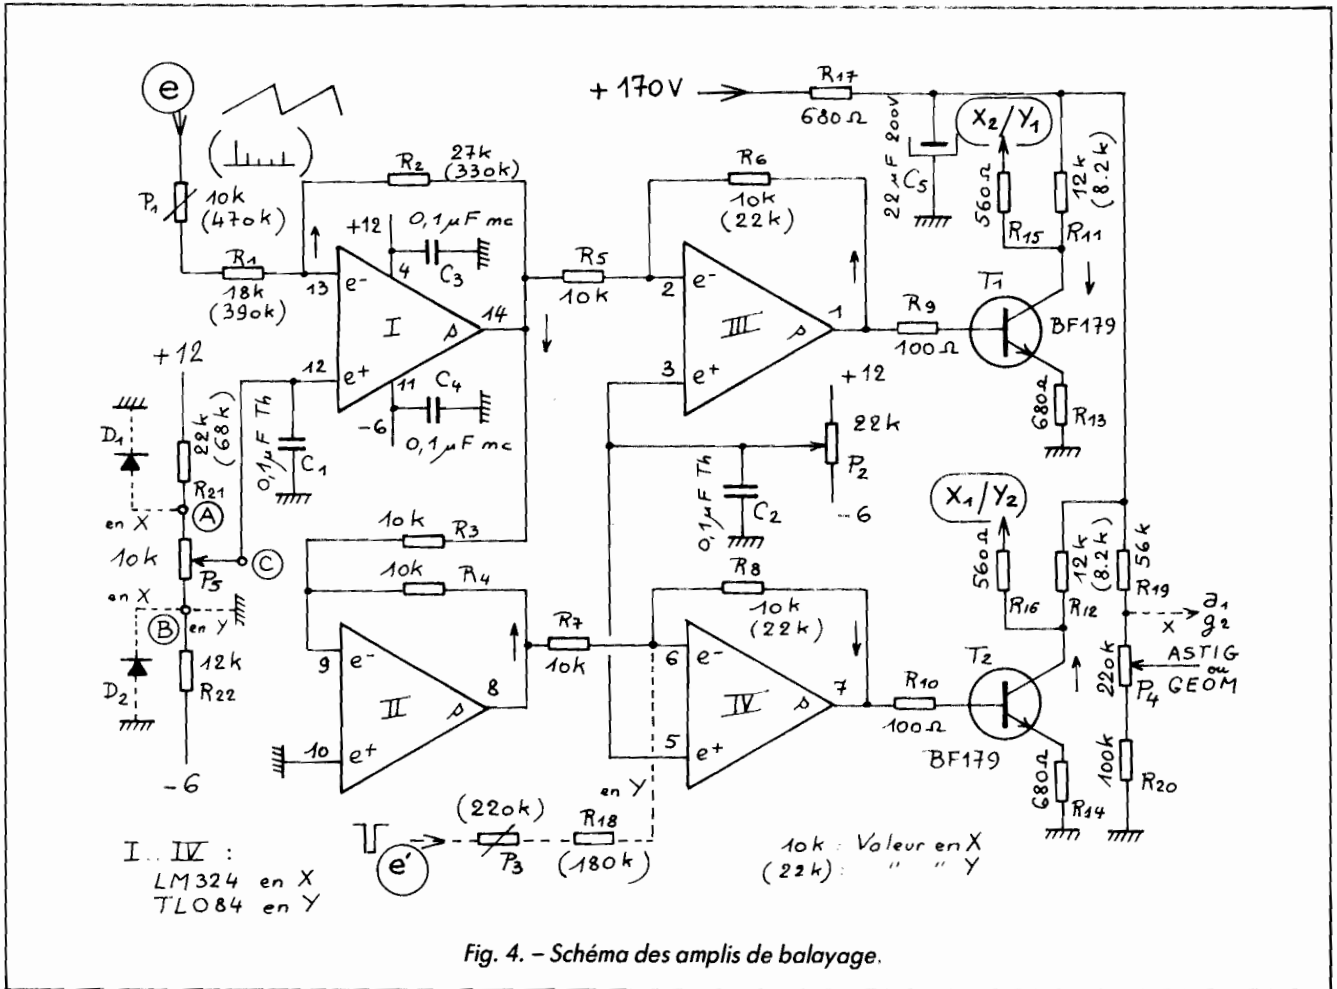

Fig. 4. - Schéma des amplis de balayage.
2. Schéma des amplis de balayage (fig. 4)